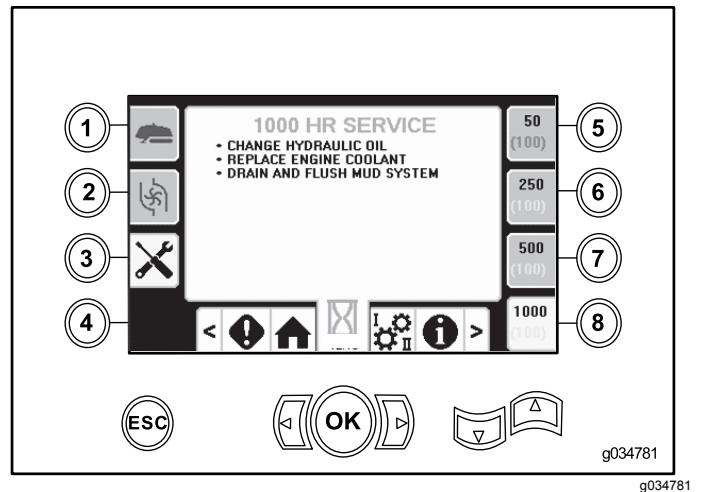

Figura 54
- Botão 8 – 1.000 horas (Figura 54)